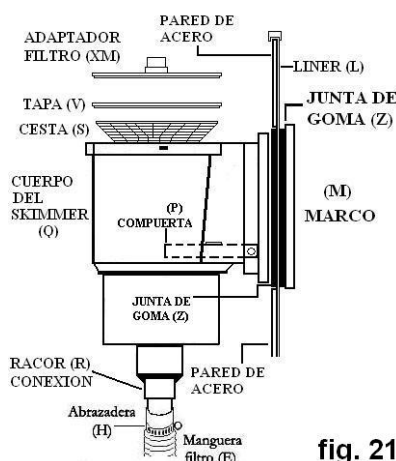

fig. 21
**IMPORTANTE.** Coprire il bordo interno con sabbia pulita, libera di alcune pietre od oggetti strani. Pigiare la sabbia in un strato sagomato triangolare e verticale che copra le sezioni e la parte interiore della parete di metallo, di 20 cm di base e 20 cm d'altezza. In questo modo, il liner non scivolerà sotto la parete e non verrà danneggiato dalla pressione e dal peso dell'acqua, e le forze saranno distribuite uniformemente (fig. 21). Prima di collocare il liner, si consiglia di mettere un tappeto imputrescibile (tra la sabbia ed il liner) per proteggerlo.
Per collocare lo skimmer si comincia per mettere la cornice; inserire una vite (buco centrale superiore) attraverso la cornice + giunta di gomma, e pasarlo per il liner, da dentro a fuori. Avvitare un po' la vite al corpo dello skimmer + giunta di gomma; ripetere quest'operazione nel buco della cornice centrale inferiore, avvitare soavemente ed a continuazione, collocare le altre viti, una dopo l'altra, seguendo l'ordine indicato. Alla fine, stringere fermamente (Vedere schema dello skimmer (fig. 21, 22)).